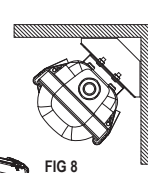

FIG 8
- Emboîtez le bâti sur les supports de montage en surface comme illustré sur la Figure 8.